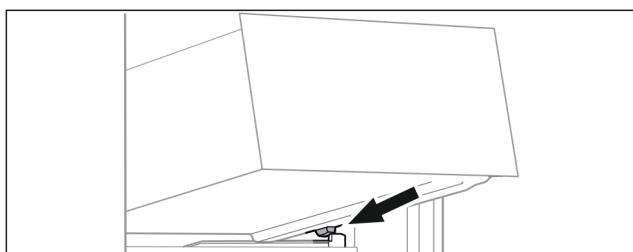

Fig. 25
- Встановити висувний ящик за стопорами на ребро для резервуара навскоси. (див. Fig. 25)